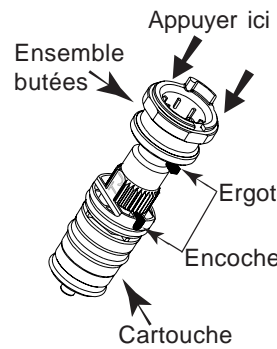

fig. 7
- Engager à fond l'ensemble butées sur la cartouche en orientant l'ergot avec l'encoche (fig. 7).